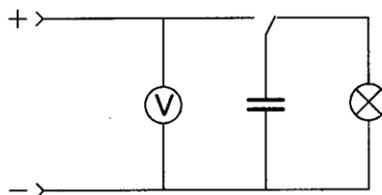

Рис. 2.127
1. Соберите установку, принципиальная схема которой показана на рис. 2.127.